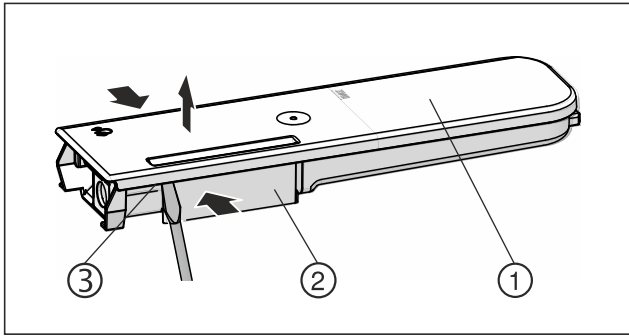

Fig. 165
- ▶ Притисніть бак для води Fig. 165 (2), обережно підчепіть і потягніть угору кришку Fig. 165 (1) за допомогою фіксувальних язичків Fig. 165 (3).
- ▶ Обережно порушайте кришку Fig. 165 (1) вперед-назад і зніміть її угору.